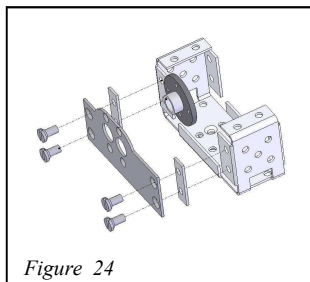
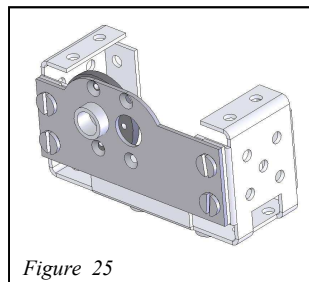

Figure 24
Figure 25
**Étape 17** : placer le **support latéral (14)** contre la **cage (2)**, utiliser deux **cales de 2mm (16)**. Voir *figure 24*. Puis visser à l'aide de 2 **vis fraisées 3mm (14)**. Voir *figure 25*.